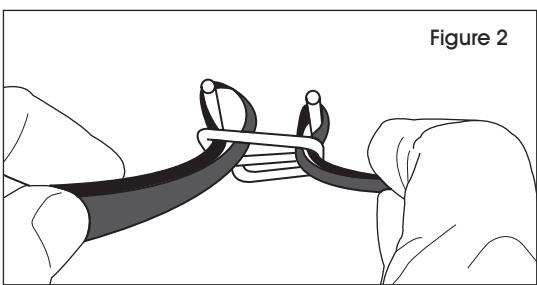

Figure 2
2. Enveloppez le feuillard autour du paquet. Enfilez le feuillard autour de l'autre patte ouverte de la boucle. Tirez le feuillard fermement autour de la patte. (Voir Figure 2)